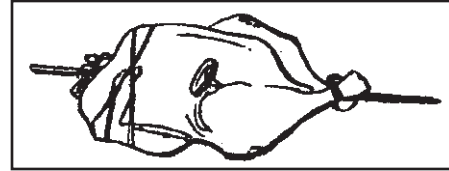

Fig. 16
**Para aves caseras:** Mete la punta del termómetro en la parte más gruesa de muslo cerca del cuerpo. (Fig. 16)